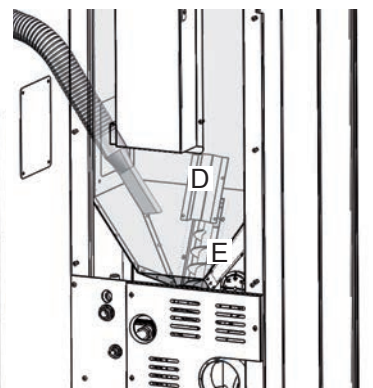

Fig. 14
- Rimuovere la piastra (D) ed aspirare i residui di polvere di pellet nella coclea (E) ed alla base del serbatoio. ( Fig. 14 )